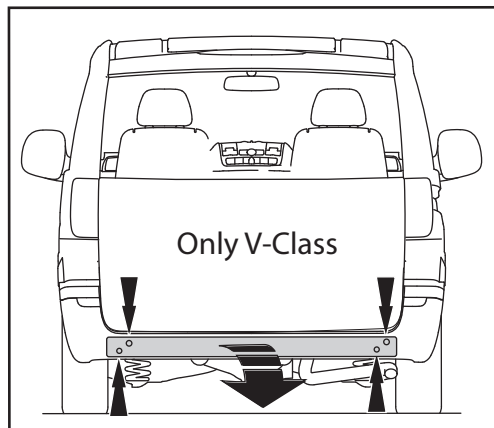

Fig.1
2. **Для автомобилей Vito:** Снять бампер (См. рисунок 1).
Для автомобилей V-class: Снять бампер вместе со стальным буферным брусом автомобиля. Буферный брус больше не понадобится. См. рисунок 1.